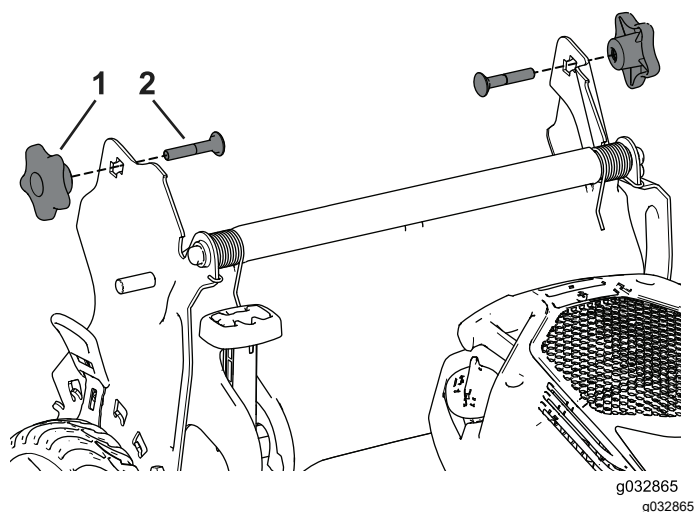

Figura 28
3. Inserte el perno de cuello cuadrado (con la cabeza del perno hacia el interior) a través del soporte del manillar y del orificio superior del extremo del manillar. Asegúrese de que los bordes cuadrados de cada perno de cuello cuadrado entre en el orificio cuadrado superior o inferior de su soporte del manillar relacionado (Figura 28).